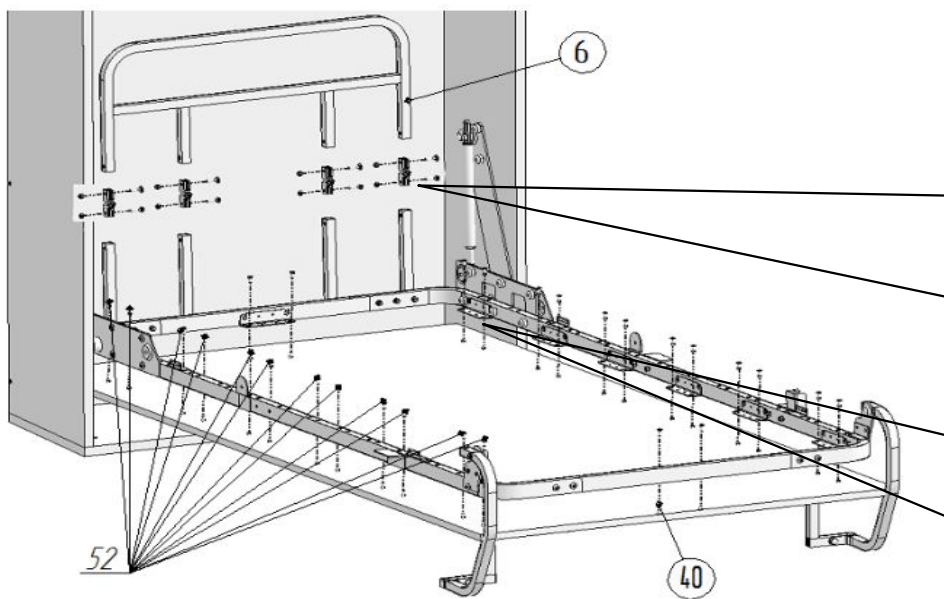

Рис.9.1
11. Установить шарниры поз. 11 в бортик поз.6 и стойки бортика поз.9 (рис.9.1 и 9.2). Закрепить, используя Винт М6х25 поз.16, гайку М6 со стопорным кольцом поз.23. Присоединить стойки бортика поз.9 к стойкам со вкладышем поз.9А в соответствии с рисунком 9.2, используя Винт М6х25 поз.16, гайку М6 со стопорным кольцом поз.23.
Окончательно закрепить декоративные щиты на раме, используя саморезы  $\varnothing 4 \times 16$  поз.52 (рис.9.1).